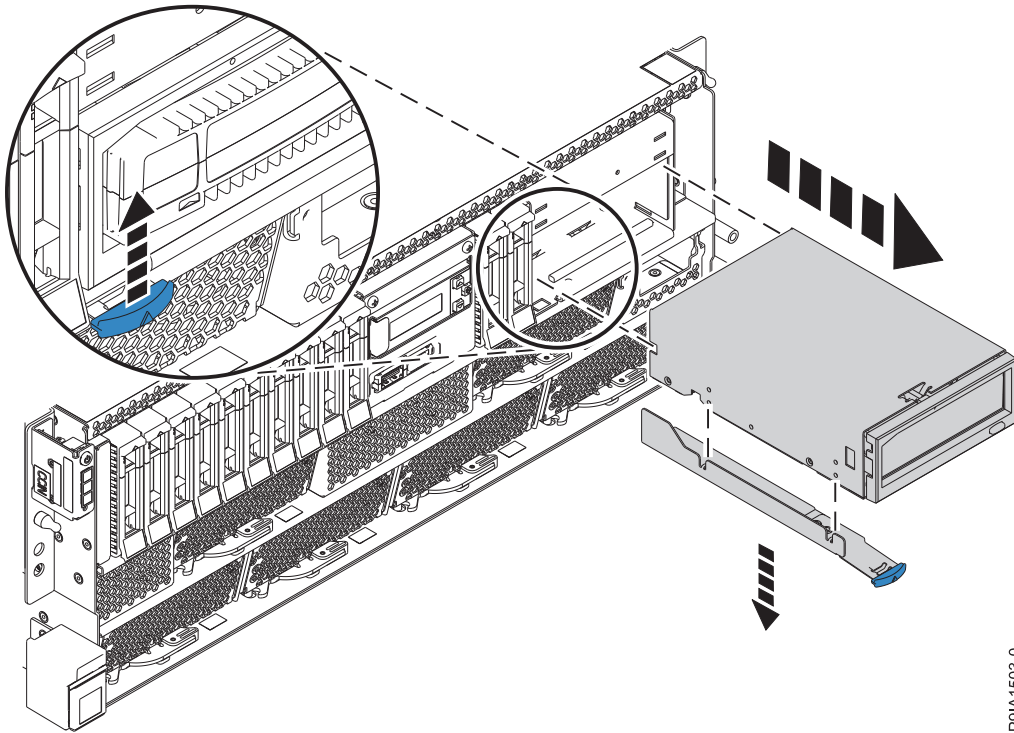

Abbildung 15. Interne RDX-Andockstation aus einem Einschubsystem ausbauen
- a. Drücken Sie die blaue Verriegelung an der internen RDX-Andockstation nach oben, um die interne RDX-Andockstation zu entriegeln (siehe Abb. 15 auf Seite 20).